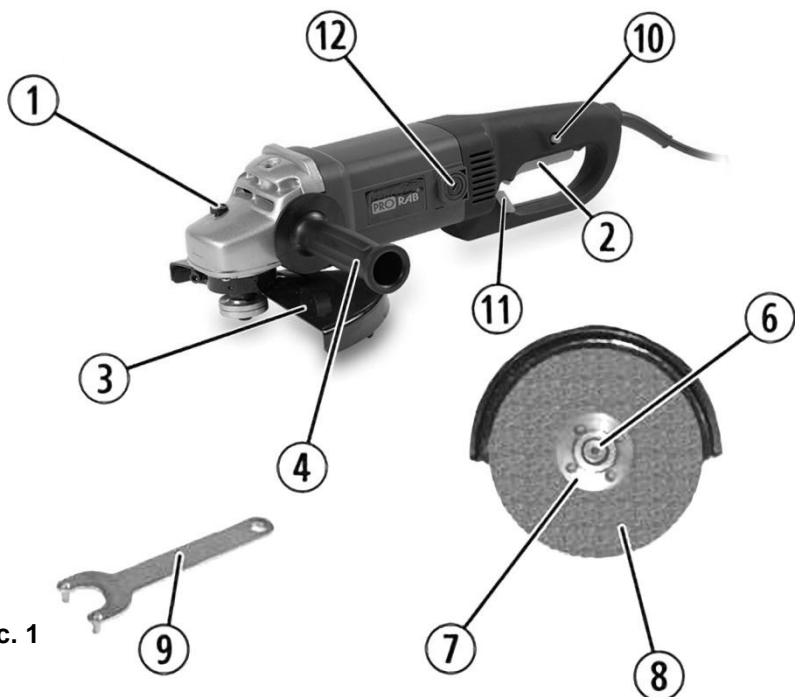

Рис. 1
- Удерживая нажатой кнопку фиксации шпинделя (1)(См. Рис.1), установите внутренний фланец (5) на шпиндель (6)(См. Рис.2).
- Установите новый, исправный отрезной или шлифовальный круг (8).
- Отпустите фиксатор шпинделя (1)(См. Рис.1).
- Удерживая нажатой кнопку фиксации шпинделя (1)(См. Рис.1), отверните наружную фланцевую гайку (7)(См. Рис.2), идущим в комплекте фланцевым ключом (9)(См. Рис.1).
- **Для включения** инструмента - нажмите на кнопку блокировки пуска (10), и, не отпуская ее, нажмите на клавишу пускового выключателя (2) (См. Рис.1). Переведите ее в положение «ВКЛ» (ON).
- **Для выключения** инструмента - отпустите клавишу пускового выключателя (2) (См. Рис.1). Переведите ее в положение «ВЫКЛ» (OFF).
- Для изменения положения рукоятки – нажмите на фиксатор (11)(См. Рис.1) и поверните рукоятку в нужную сторону. Звук щелчка символизирует о фиксации рукоятки в выбранном положении.